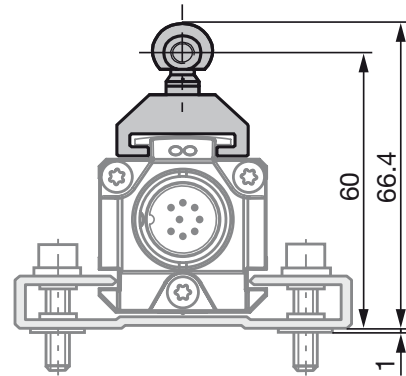
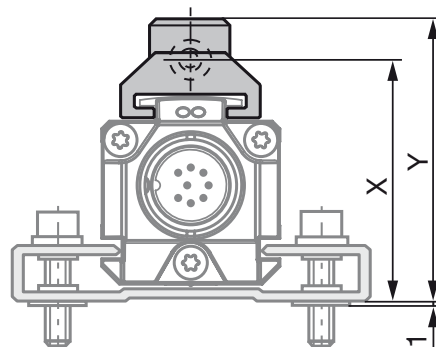
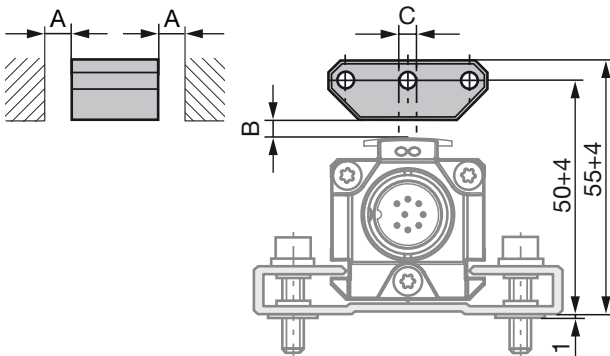
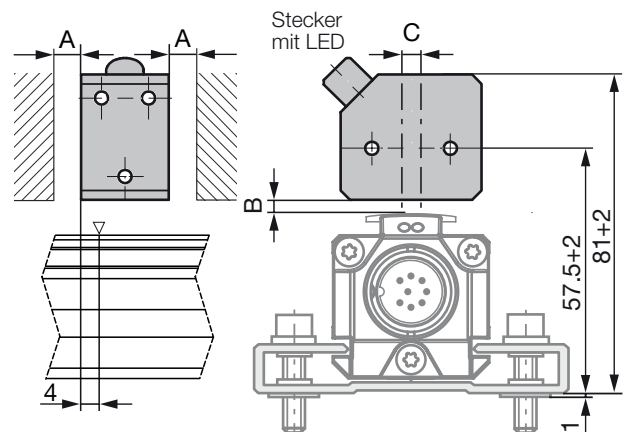

Bild 4-1: Maße und Abstände mit Positiongeber BTL5-F-2814-1S
Bild 4-3: Maße und Abstände mit Positiongeber BTL5-M/N-2814-1S
Bild 4-4: Maße und Abstände mit Positionsgeber BTL5-P-3800-2
Bild 4-8: Maße und Abstände mit Positionsgeber BTL5-P-4500-1 mit elektrischer Magnetfeld-Erzeugung (24 V/100 mA)
**i** Der Wegaufnehmer Micropulse in Profilbauweise eignet sich sowohl für freie, d. h. berührungslos arbeitende Positiongeber (siehe Bild 4-4 bis Bild 4-8) als auch für geführte Positiongeber (siehe Bild 4-1 bis Bild 4-3).
- Der Abstand A zwischen Positionsgeber und Teilen, die aus magnetisierbarem Material bestehen, muss mindestens 10 mm betragen (siehe Bild 4-4 bis Bild 4-8).
- Für den Abstand B zwischen Positionsgeber und Wegaufnehmer und für den Mitterversatz C (siehe Bild 4-4 bis Bild 4-8) sind folgende Werte einzuhalten:
Der Messbereich ist um 4 mm in Richtung des Wegaufnehmer-Steckers versetzt (siehe Bild 4-8).